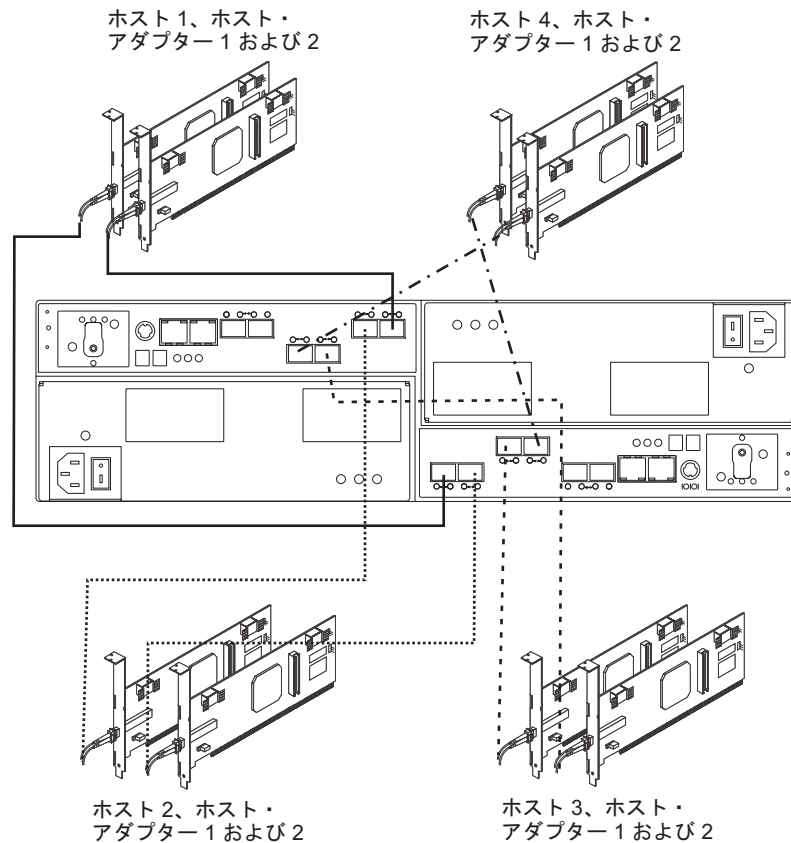

図 54. 2 つの冗長ホスト接続のケーブル接続図
3. その他の冗長ホスト接続ごとに、ステップ 1 および 2 を繰り返します。DS3950 ストレージ・サブシステムでは 93 ページの図 54 に示されているような 2 つの冗長ホスト接続、あるいは最大 4 つの冗長ホスト接続 (図示していません) を作成することができます。4 つの冗長ホスト接続では、DS3950 ファイバー・チャネル・ホスト・バス・アダプターまたはファイバー・チャネル・スイッチ・ポートに接続することができます。